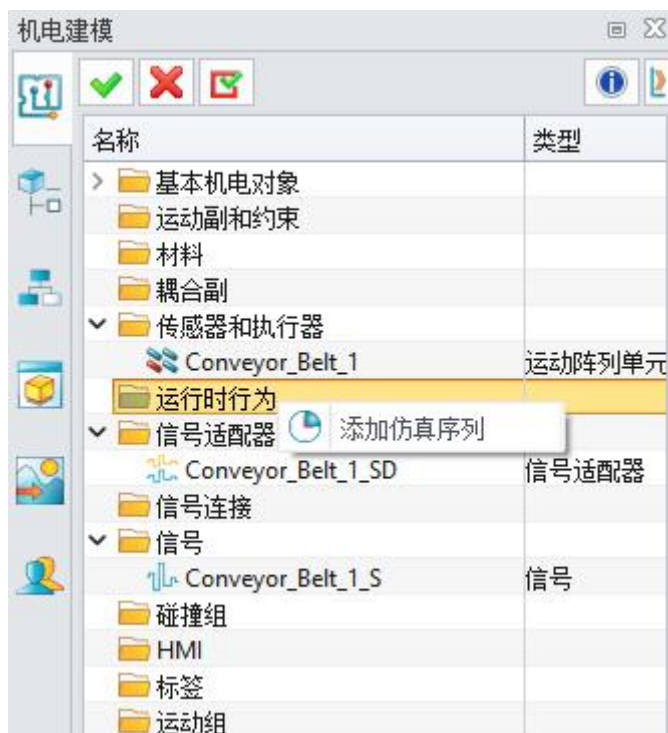

图 7-16: 添加仿真序列
- 在“运行时行为”面板中右键单击，然后选择“添加仿真序列”以打开“仿真序列”窗口。（图 7-16）